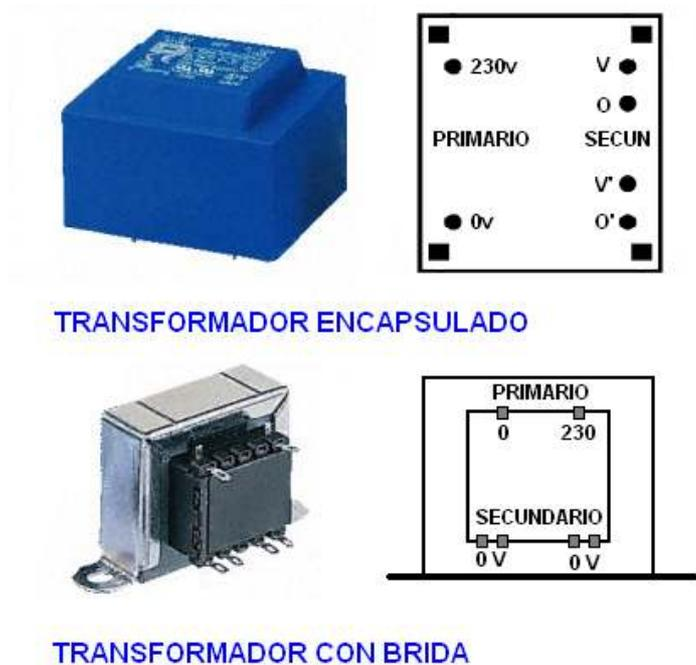

figura 3
- **Dos devanados independientes:** El secundario esta dividida en dos bobinas independientes para poder conectarlas de la forma que nosotros queramos, de tal forma que podríamos obtener dos tensiones diferentes, una tensión que será la suma de los dos devanados o un solo devanado con toma intermedia. Si nos basamos en el diagrama de conexiones del transformador encapsulado de la figura 3 y usando como ejemplo un transformador de 230v/12v+12v y 1A, podríamos obtener 12v de cada una de las bobinas si las utilizamos independientemente o en el caso de unir las tomas O y V', podríamos obtener 24v de las tomas V y O'. También podemos utilizarlas como toma intermedia de un rectificador de media onda ( ver punto 7 Rectificador).